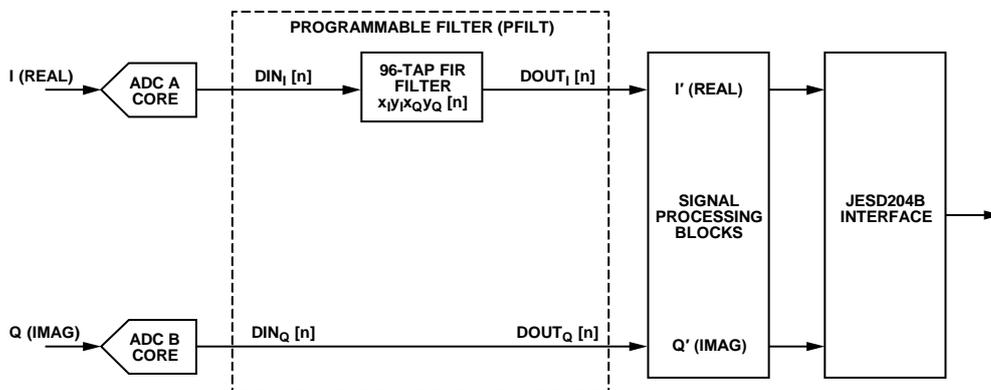

図 105. 96 タップ実数フィルタ構成
- I チャンネルまたは Q チャンネル用の 96 タップ実数フィルタ (図 105)